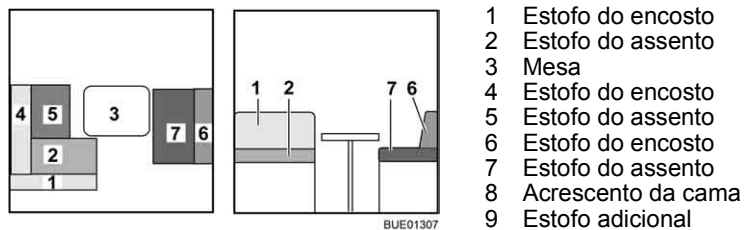

Fig. 143 Antes da transformação
- Transforme a mesa (Fig. 143,3) em base para cama (ver ponto 6.11).
- Retire o estofa do encosto (Fig. 143,1) e coloque-o de lado.